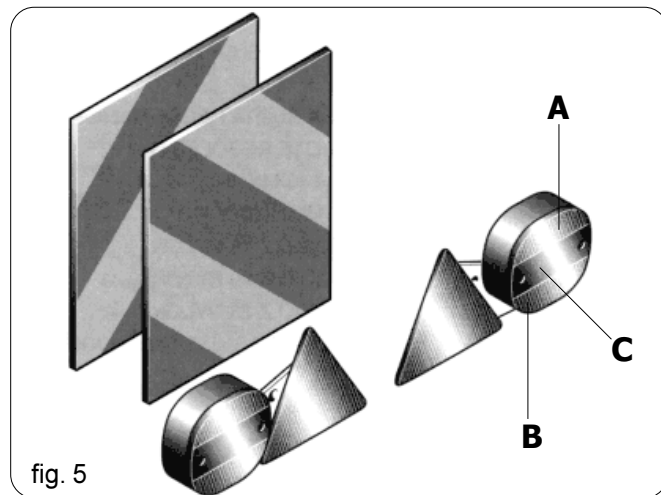

fig. 5
- 35) Qualora gli ingombri costituiti da attrezzature portate o semiportate occultino la visibilità dei dispositivi di segnalazione e di illuminazione della trattrice, questi ultimi devono essere ripetuti adeguatamente sulle attrezzature, attenendosi alle normative del codice stradale in vigore nel relativo paese. Accertarsi, quando in uso, che l'impianto luci sia perfettamente funzionante. Si rammenta inoltre che la corretta sequenza segnaletica dei fanali prevede (Fig. 5):
- 35) *When the dimensions of carried or partially-carried equipment conceal the tractor's signalling and lighting devices, these must also be installed on the equipment itself, in conformity with regulations of the highway code of the country involved. When in operation make sure that the lighting system is in perfect working order. It is also important to remember that the correct signalling sequence of the headlights includes (Fig. 5):
- 35) Wenn die geschleppten oder an dem Schlepper angebrachten Ausrüstungen und Geräte die Sichtbarkeit der Signalisierungs- und Beleuchtungsrichtungen des Schleppers verdecken, müssen diese Vorrichtungen auch an den Ausrüstungen angebracht werden, wobei die Vorschriften der im jeweiligen Anwendungsland geltenden Straßenverkehrs-ordnung zu beachten sind. Beim Gebrauch ist zu kontrollieren, daß die Anlage einwandfrei funktioniert. Nachstehend wird die korrekte Sequenz der Leuchten angegeben (Abb. 5):
- 35) *Lorsque les encombrements constitués par des équipements conduits ou semiconduits cachent la visibilité des dispositifs de signalisation et d'éclairage du tracteur, ceux-ci doivent être reproduits de façon adéquate sur les équipements, en respectant les normes du code de la route du pays en question. S'assurer que l'installation des phares fonctionne parfaitement lors de l'utilisation. On rappelle en outre que la séquence de signalisation correcte des feux oit (Fig. 5):
- 35) Si las dimensiones de los aparatos cargados o semi- cargados no permiten la visibilidad de los dispositivos de indicación e iluminación de la motriz, dichos dispositivos deberán ser instalados adecuadamente sobre los aparatos en sí, ateniéndose a las normas del código del transito vigente en el País. Asegurarse, mientras viene utilizado, que la instalación de las luces se encuentre perfectamente en función. Se recuerda, además que la correcta secuencia de las indicaciones de los faros prevé (Fig. 5):